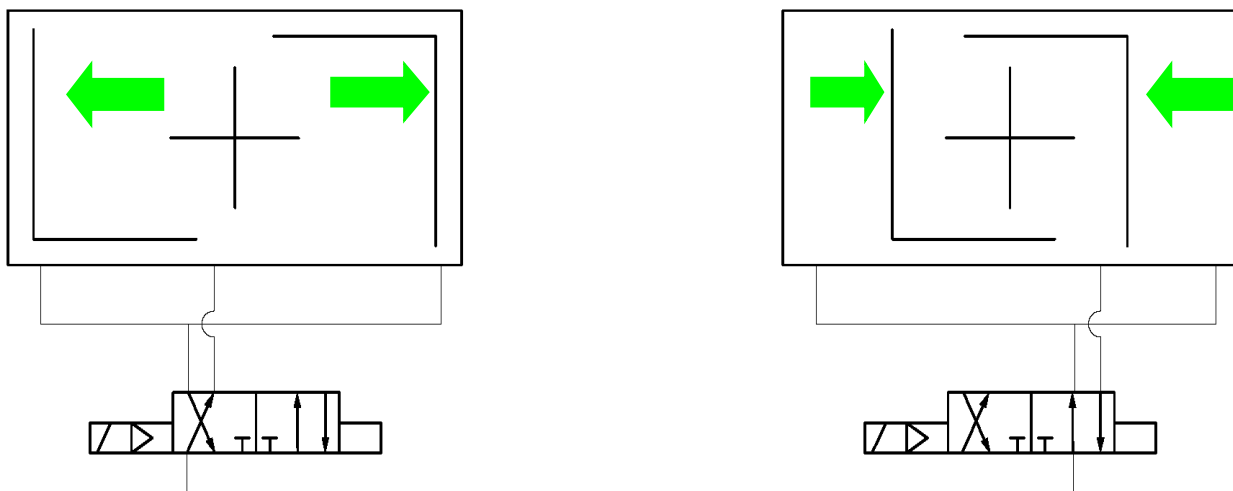

Figura 1: Schemele de racordare pentru mecanismele cu dublă acțiune EBx.1 SYD
- ▶ mecanismele de acționare EBx.1 SYD sunt prezentate în figura 1